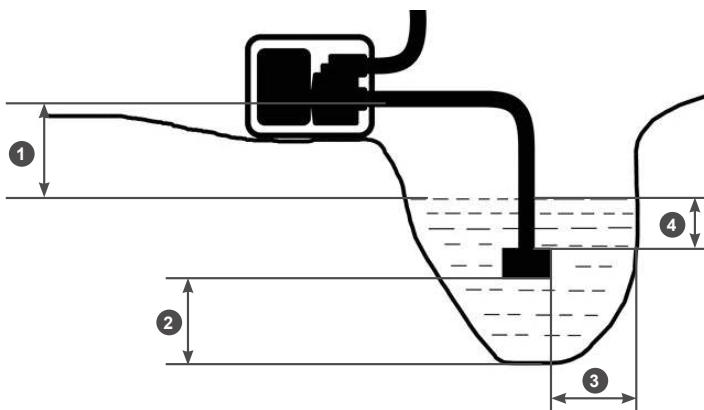

Рис. 17 Расположение мотопомпы и всасывающего фильтра
обеспечив вертикальное положение фильтра. При расположении всасывающего рукава с установленным фильтром соблюдайте все требования, указанные на Рис. 17.
2. Необходимо установить мотопомпу как можно ближе к источнику воды. Чем меньше высота расположения мотопомпы по отношению к уровню забора воды (Рис. 17 п. 1), тем быстрее происходит всасывание воды и выше производительность насоса.
Не превышайте высоту расположения мотопомпы по отношению к уровню забора воды (Рис. 17 п. 1).
- В процессе откачивания воды из водоема (емкости) уровень воды в водоеме будет естественным образом понижаться. Если требуемые расстояния (Рис. 17 п. 2, 3, 4) между всасывающим фильтром и стенками, и дном водоема не соблюдаются, откачивание воды следует прекратить.